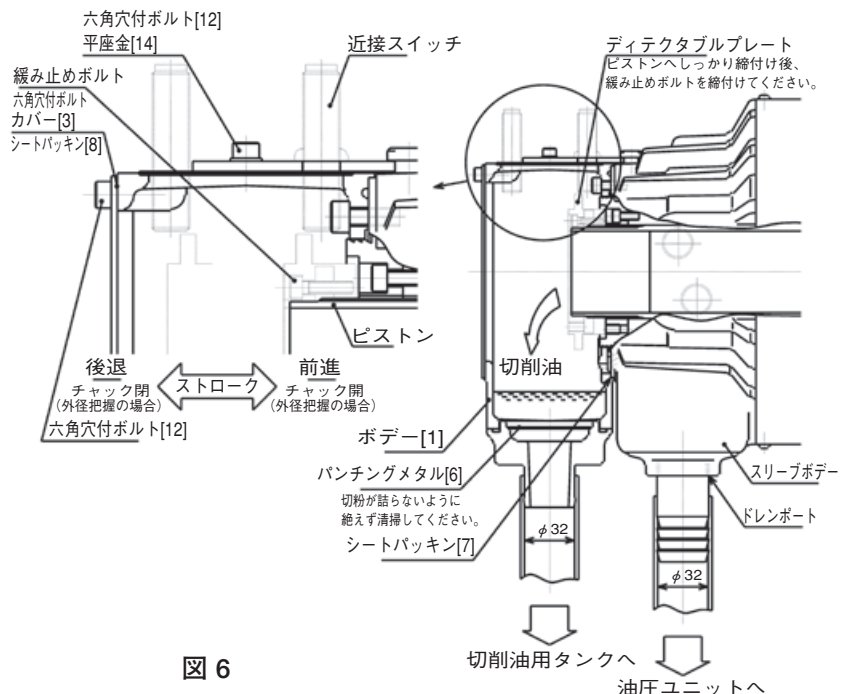

図 6
(内径φ32) (図6)
近接スイッチの位置調整については下記の手順で行ってください。(図6)
- 切削油がクーラントコレクタから溢れ出た場合、スリーブボデー側へ切削油が混入します。切削油がクーラントコレクタ内に溜まらないように絶えずパンチングメタルを清掃し切粉詰りに十分注意すること。(図6)